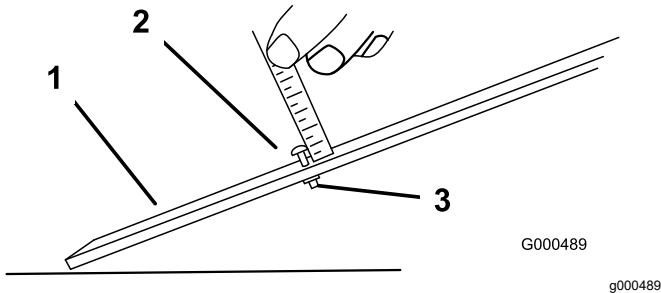

Figura 13
1. Desaperte a porca da barra indicadora e regule o parafuso de ajuste para a altura de corte desejada (Figura 13).